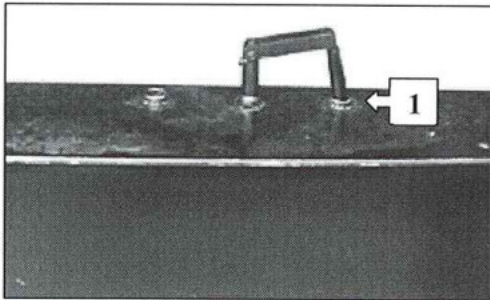

Fig. 4 - 05
- Controllare che la leva di regolazione della suola sia stata posizionata nel fermo meccanico (fig. 4 – 05/punto 1);